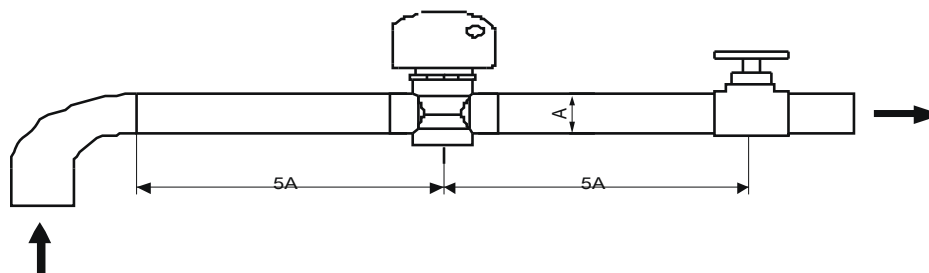

Figura 8
- Il flussostato deve essere installato su una tubazione diritta e deve esserci più di cinque volte la lunghezza del diametro del tubo su entrambi i lati del flussostato (vedere la Figura 8 di seguito). La direzione del fluido deve seguire la freccia sul controller. La morsetteria deve essere installata in una posizione di facile utilizzo.